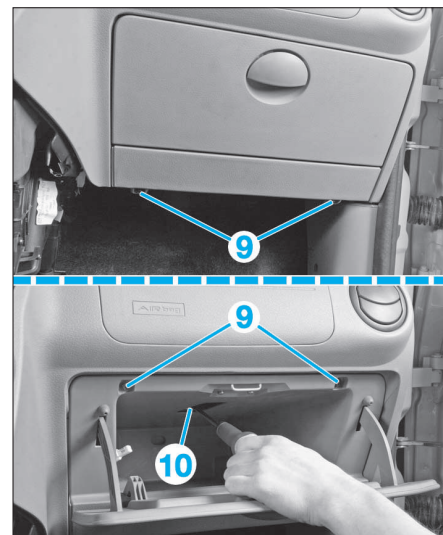

FIG. 50
- Déposer les vis de fixation (9) et (10) (Fig.50), extraire la boîte à gants.